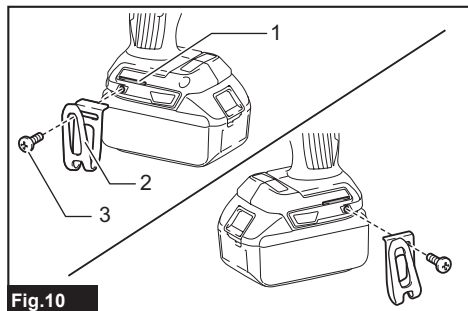

Fig.10
► **Рис.10:** 1. Паз 2. Крючок 3. Винт